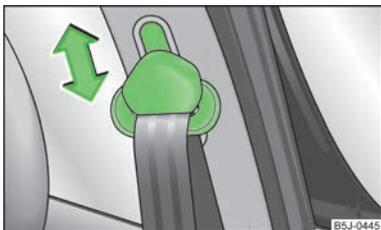

Fig. 98
- Presionar el herraje de inversión y desplazar en el sentido deseado, hacia arriba o hacia abajo » fig. 98.